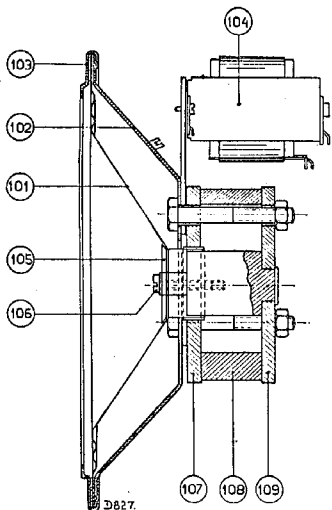

Fig. 10
2. Zorg dat voor- en achterplaat (fig. 10 pos. 107 en pos. 109) in geen geval van de magneet getrokken worden; hierdoor zou deze (evenals bij reparatie op een ijzeren plaat) verzwakken.